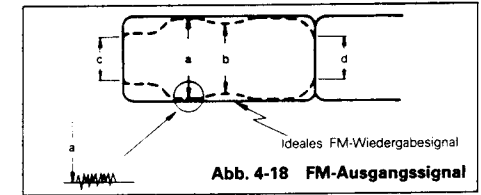

Abb. 4-18 FM-Ausgangssignal
- (1) Schließen Sie ein Oszilloskop an TP-2C auf der PCB-Main und extern Trigger mit dem Signal an TP-2H auf der PCB-Main an.
(2) Testkassette mit Grautreppe abspielen.
(3) Den Trackingregler so einstellen, daß die Amplitude der FM maximal wird.
(4) Den Wert an der Stelle (a) entsprechend Abb. 4-18 ablesen. Zeigt sich bei (a) ein Sägezahn, so ist an einer beliebigen Stelle entsprechend der Detailzeichnung unten links in Abb. 4-18 abzulesen.
- (5) Den Abstand an einem Punkt entsprechend (b) der FM (gestrichelte Linie) ablesen und kontrollieren, daß die folgenden Bedingungen erfüllt sind: